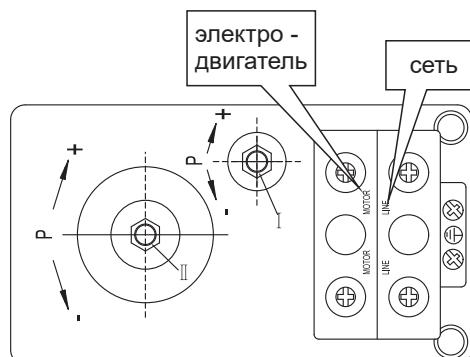

Рисунок 2
4. На крышки реле давления открутите крепежный пластмассовый винт с «—»-пазом (с прямым шлицом) и снимите крышку. Под крышкой расположены регулировочные гайки, указанные на рисунке 2 поз. (I), поз. (II).
5. Отрегулируйте предварительное давление в воздушной камере гидроаккумулятора насосной станции (резервуаре-накопителе), которое должно быть равно 1,5 бар. Со стороны воздушной камеры на корпусе гидроаккумулятора (с противоположной стороны от резьбового штуцера для подсоединения к системе водоснабжения) расположена декоративная крышка, под которой находится пневмоклапан (штуцер с золотником). Для создания необходимого давления можно использовать, например, автомобильный насос с манометром, подсоединив его к пневмоклапану. Добейтесь чтобы давление в воздушной камере гидроаккумулятора было равно 1,5 бар (атм.). Если есть необходимость произвести регулировку реле, следуйте приведенной ниже инструкции (рис. 2):
- проверните гайку (II) по часовой стрелке - так достигается установка более высокого предела отключения электронасоса по требуемой величине давления в системе водоснабжения;
- проверните гайку (I) против часовой стрелки - таким образом повышается разница между режимом включения и отключения реле давления электронасоса.